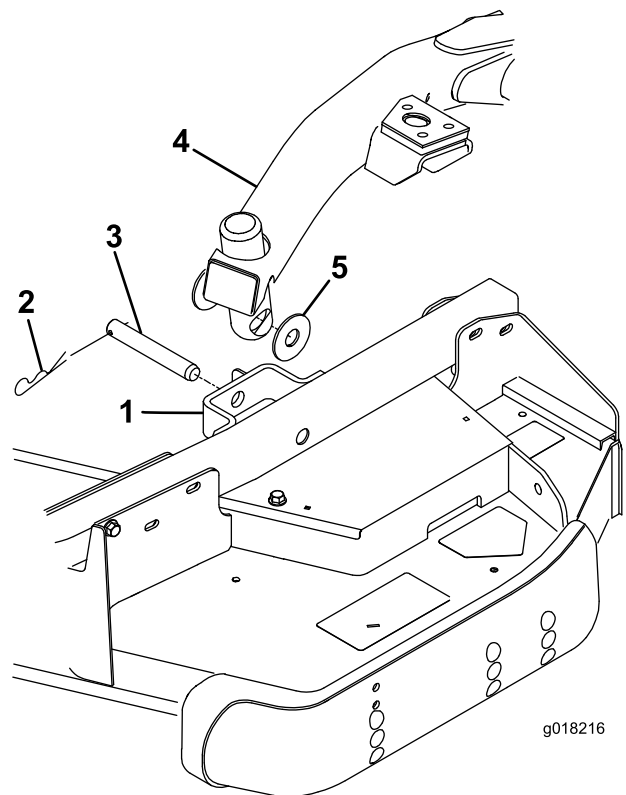

Figura 26
4. Premete l'interruttore di sollevamento in avanti, in posizione di FLOTTAZIONE. Spingete in basso un braccio di sollevamento fino a quando i fori nel braccio di sollevamento non sono allineati ai fori nella staffa del braccio della ruota orientabile e non potete inserire l'asta dell'altezza di taglio nei cuscinetti del braccio di sollevamento (Figura 26).
5. Fissate il braccio di sollevamento al braccio della ruota orientabile con 2 rondelle di spinta, un perno con testa e una coppiglia a forcina, posizionate le rondelle di spinta tra il braccio di sollevamento e la staffa del braccio della ruota orientabile (Figura 26) e inserite l'estremità della coppiglia nella scanalatura nell'alletta del braccio della ruota orientabile, per fissare la coppiglia.